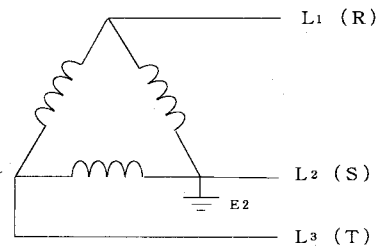

図3-56 三相の接地線
- (1) 単相回路では、なるべくコイルを接地相側にまとめて接続する。
- (2) 三相回路では、なるべくコイルをS相側（接地相）またはT相側にまとめるようにする。（三相回路は、図3-56のように、三相のうちL₂（S）相が大地に第二種接地されている。よって安全を考えL₁（R）とL₂（S）の使用が推奨されている。）